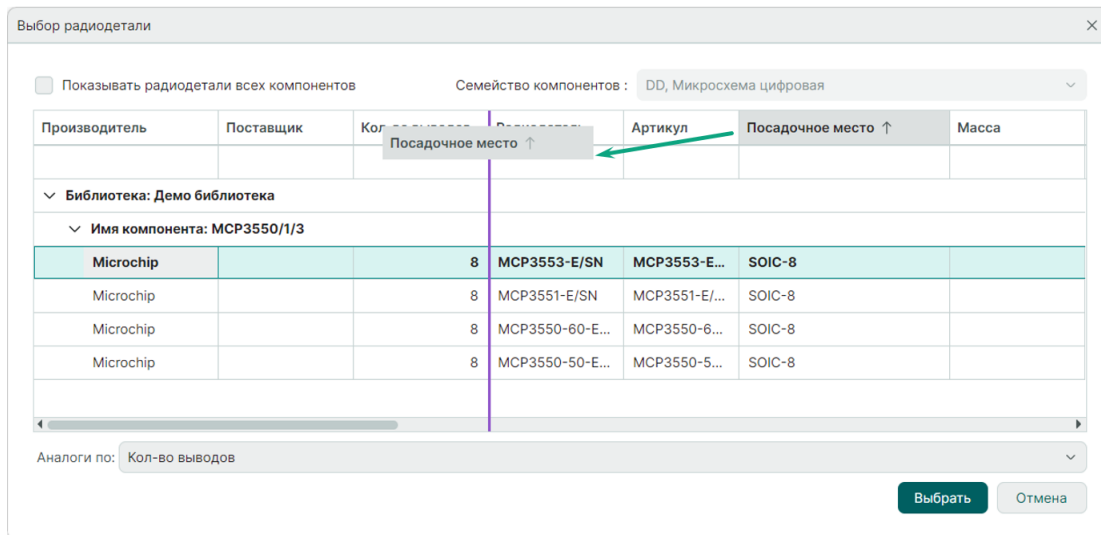

Рис. 93 Перемещение столбцов
1. Перемещение столбцов внутри таблицы возможно выполнить с помощью механизма «drag-and-drop». Для перемещения столбца зажмите его заголовок левой кнопкой мыши и переместите в нужное место. Возможное место расположения будет обозначено линией фиолетового цвета, см. Рис. 93.